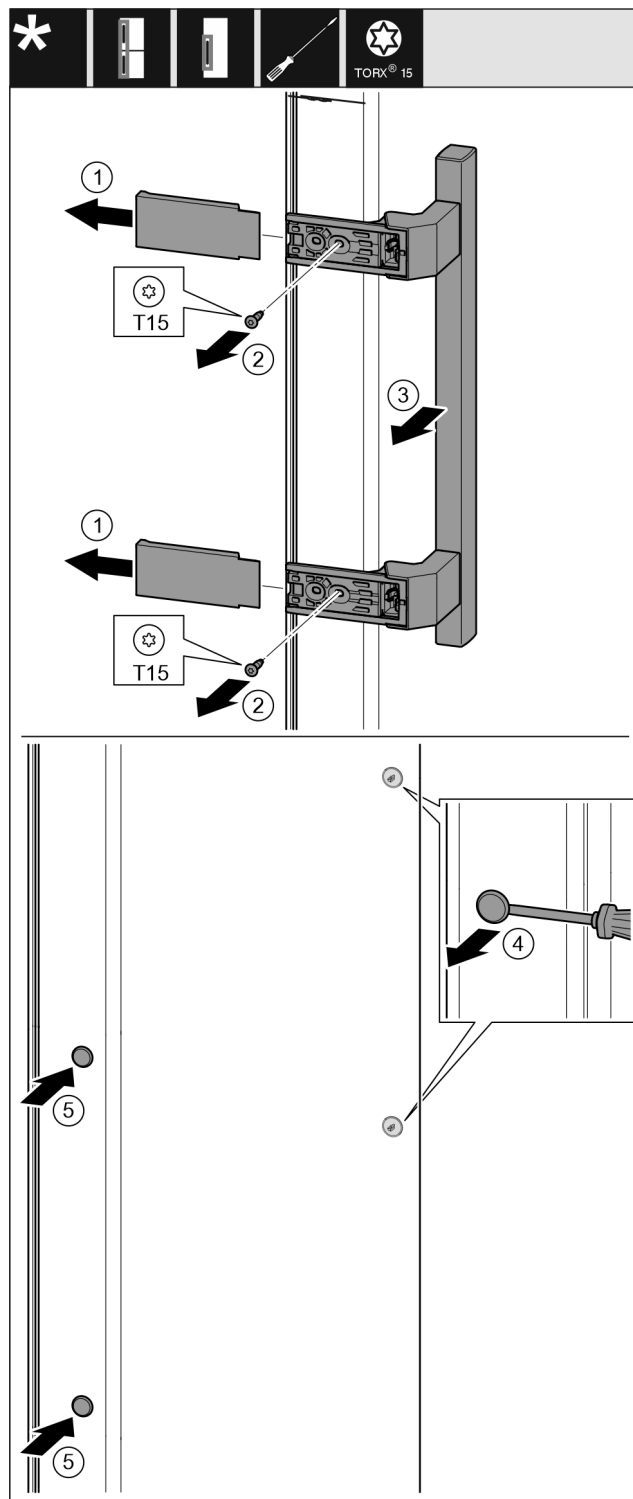

Fig. 19
- ▶ Retirer le recouvrement. Fig. 19 (1)
- ▶ Dévisser les vis avec un tournevis Torx 15. Fig. 19 (2)
- ▶ Retirer la poignée. Fig. 19 (3)
- ▶ Soulever et retirer avec soin le cache latéral avec un tournevis plat. Fig. 19 (4)
- ▶ Replacer le cache de l'autre côté. Fig. 19 (5)